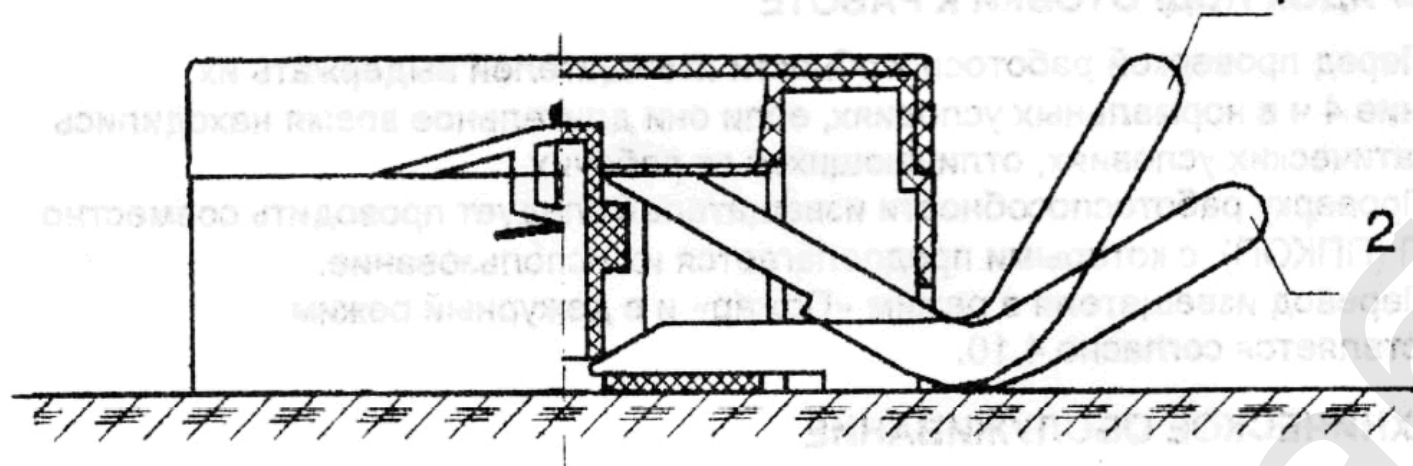

Рисунок 4 – Тестирование извещателя
4.11 Для тестирования извещателя необходимо вставить ключ в паз, расположенный на боковой стенке (рисунок 4):